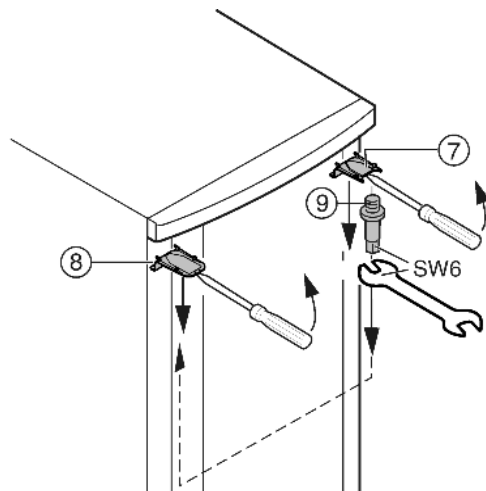

Fig. 6
- Horný kryt Fig. 6 (7) a kryt Fig. 6 (8) vylúpnite vpredu skrutkovačom a odoberte priečne smerom nadol.
- Ložiskový čap Fig. 6 (9) vyskrutkujte a na opačnej strane **pevne** (s uťahovacím momentom 4 Nm) zaskrutkujte.
- Kryt Fig. 6 (7) opätovne namontujte na strane čapu ložiska: vzadu nasadte, vpredu zaklapnite.
- Kryt Fig. 6 (8) namontujte na opačnú stranu: vzadu nasadte, vpredu zaklapnite.
- ▶ Dvere hore zaveste na ložiskový čap Fig. 6 (9).